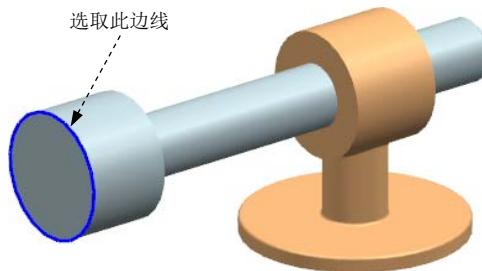

图 8.3.2 定义运动副
(1) 定义滑动副。选择下拉菜单  →  命令，系统弹出“运动副”对话框；在“运动副”对话框 **定义** 选项卡的 **类型** 下拉列表中选择  **滑动副** 选项；在模型中选取图 8.3.2 所示的边线为参考，系统自动选择连杆和原点；在 **操作** 区域的 **方位类型** 下拉列表中选择 **矢量** 选项，在矢量下拉列表中选择  选项。
(2) 单击“运动副”对话框中的 **驱动** 选项卡；在 **驱动** 区域的 **平移** 下拉列表中选择 **恒定** 选项；在 **初速度** 文本框中输入值 20；单击 **确定** 按钮，完成滑动副的创建。